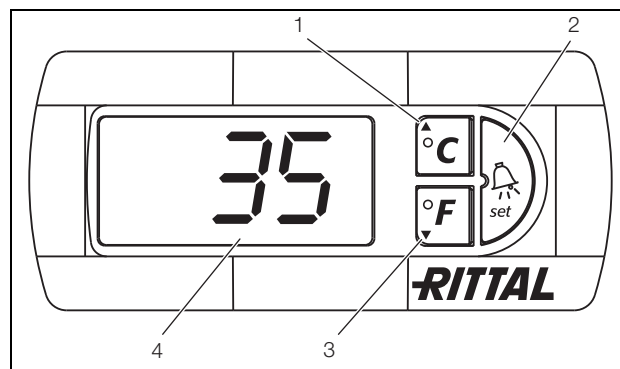

Fig. 19 : régulateur e-confort
Le régulateur e-confort dispose d'un affichage à 7 segments (fig. 19, n° 4). Après la mise sous tension, il commence par afficher la version actuelle du logiciel pendant env. 2 secondes ainsi que le mode « Eco » activé, puis l'option préréglée (p. ex. t10) ou la température.
La programmation de l'appareil se fait à l'aide des touches 1 – 3 (fig. 19). Les paramètres correspondants sont également visualisés sur l'afficheur.
■ Appuyer simultanément sur les touches 1 et 2 (fig. 19) pendant au moins 5 secondes.
Les touches 1, 2 et 3 (fig. 19) vous permettent de modifier 24 paramètres à l'intérieur des plages définies (valeurs limites minimales et maximales).